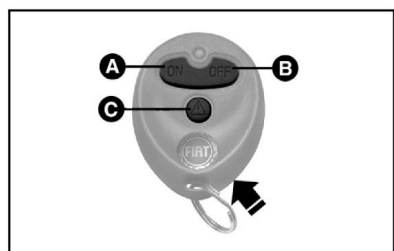
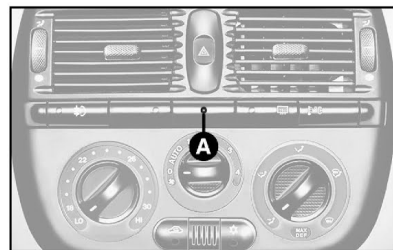

fig. 3
fig. 4
- uma chave **A**, duas chaves **B** (fig. 1) e dois chaveiros **C** (fig. 3), quando o veículo estiver equipado com telecomando e/ou alarme eletrônico.
Esta função só é possível nos veículos dotados de chaveiro telecomando (fig. 3).
- Com a ignição desligada, e pressionando o botão **C-fig. 3** do chaveiro telecomando, a buzina irá tocar 5 vezes e as luzes de direção irão piscar durante 15 segundos (versões sem alarme). Pressionando novamente a tecla **C**, o processo é interrompido antes dos 15 segundos.
Para veículos com alarme, ao acionar o botão **C-fig. 3**, a sirene é acionada durante 5 segundos e as luzes de direção irão piscar durante 15 segundos. Ao ser interrompida a função localizadora, o estado do alarme permanecerá o mesmo.
- Para realizar o travamento remoto das portas e, em algumas versões, o levantamento dos vidros elétricos, pressionar o botão **“ON”** (A-fig. 3).
- Para destravar as portas (para o Marea Weekend, também a tampa do porta-malas), apertar o botão **“OFF”** (B-fig. 3). As luzes de direção piscam uma vez.
O alarme eletrônico é comandado pelo receptor localizado na caixa de iluminação interna dianteira e é ativado pelo telecomando incorporado no chaveiro fig. 3.
Para acionar o alarme eletrônico: pressionar o botão "ON" (A-fig. 3) do chaveiro telecomando. O acionamento trava as portas, eleva os vidros (em algumas versões) e coloca em funcionamento o alarme. É emitido um bip sonoro e as luzes de direção se acendem por 4 segundos. O led A-fig. 4 lampeja durante todo o tempo em que o alarme estiver acionado.
Para desligar o alarme: pressionar o botão "OFF" (B-fig. 3) do chaveiro telecomando. São emitidos dois bips e as setas lampejam por duas vezes. As portas se destravam e a luz interna dianteira se acende gradualmente, apagando-se após 7 segundos, desde que nenhuma porta tenha sido aberta ou novo travamento tenha sido comandado pelo telecomando.
Proceder do seguinte modo: após o toque no botão "ON" (A-fig. 3) do chaveiro telecomando, apertar o botão C, antes do término dos 4 segundos das setas.
O led A-fig. 4 no painel de instrumentos e as setas se apagam para confirmar a exclusão.
Para restabelecer a vigilância volumétrica, apertar o botão "OFF" (B-fig. 3) e duas vezes o "ON" (A-fig. 3).
Se, apertando o botão do telecomando, o led existente no mesmo emitir somente um lampejo, ou o led A-fig. 4 no painel de instrumentos permanecer aceso com luz fixa até
O telecomando possui 3 botões e um led. O botão "ON" (A-fig. 3), ao ser pressionado, trava as portas, fecha os vidros (em algumas versões) e aciona o alarme. O botão "OFF" (B-fig. 3), desativa a função atual, alarme ou travamento das portas. O botão C-fig. 3, comanda a função de localização e exclusão da proteção volumétrica. O alcance do telecomando pode variar de 3 a 5 metros, dependendo do estado da bateria.
o desligamento do alarme, é necessário substituir a pilha por outra do mesmo tipo. Para tanto, abrir a capa de plástico com uma chave de fenda introduzida na sede indicada pela seta fig. 3. Colocar a nova pilha seguindo as polaridades indicadas. Fechar a capa de plástico.